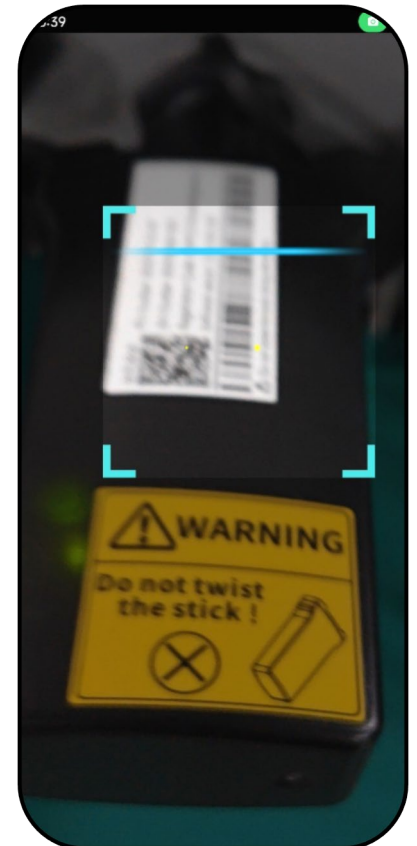

Abb. 46. Scannen Sie den QR-Code auf der Kommunikationseinheit
3. Scannen Sie den QR-Code auf der Kommunikationseinheit. Maximaler Abstand vom Scanner-Rahmen im Scanfenster. (siehe Abb. 46)